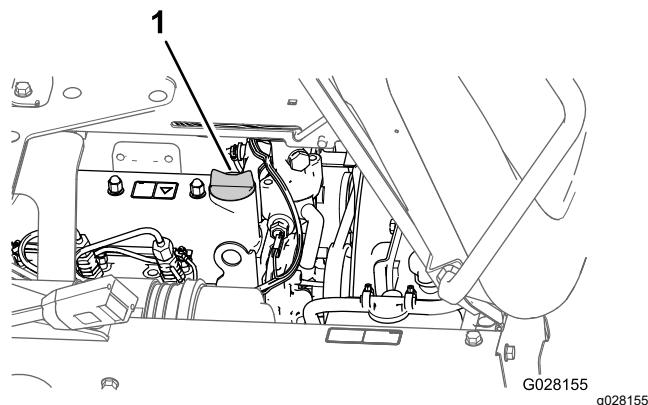

Figure 76
5. Enlevez le bouchon de remplissage d'huile du goulot de remplissage sur le couvre-culasse et versez avec précaution environ 80 % de la quantité d'huile spécifiée dans le goulot de remplissage (Figure 76).
8. Remettez le bouchon de remplissage d'huile dans le goulot de remplissage (Figure 76).